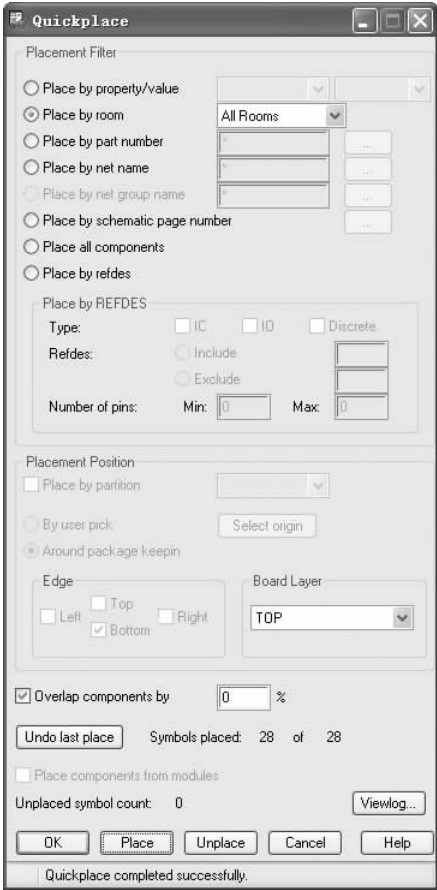
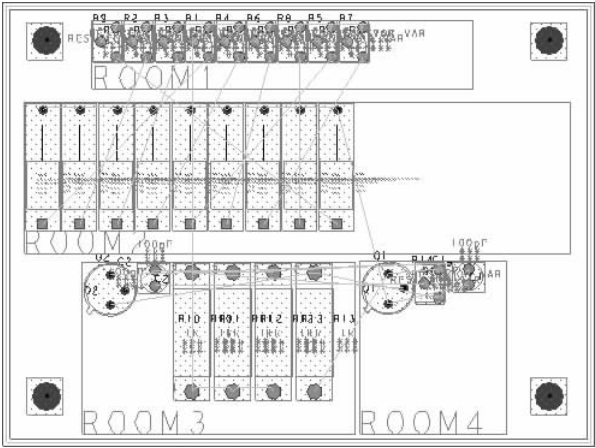

图 12-123 “Quickplace (快速摆放)”对话框 2
图 12-124 元件摆放结果
2) 单击 **Place** 按钮, 对元件进行摆放操作, 显示摆放成功, 如图 12-123 对话框所示, 单击 **OK** 按钮, 关闭对话框, 电路板元件摆放结果如图 12-124 所示。